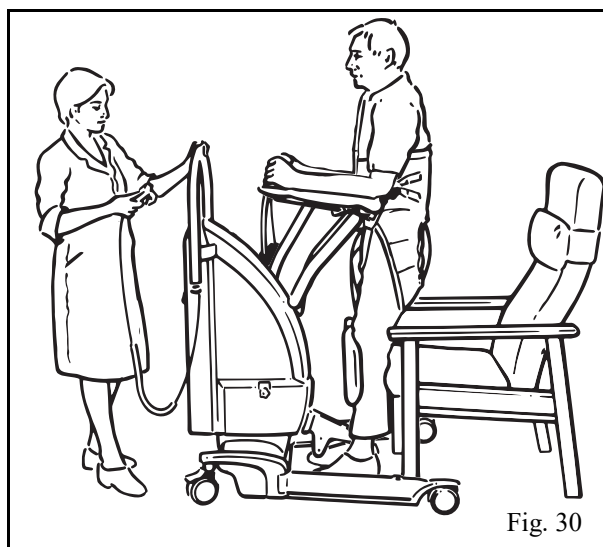

Fig. 30
6. Continúe elevando el Arc-Rest hasta que el paciente esté en una posición erguida y sostenida confortablemente. (Véase la fig. 30)